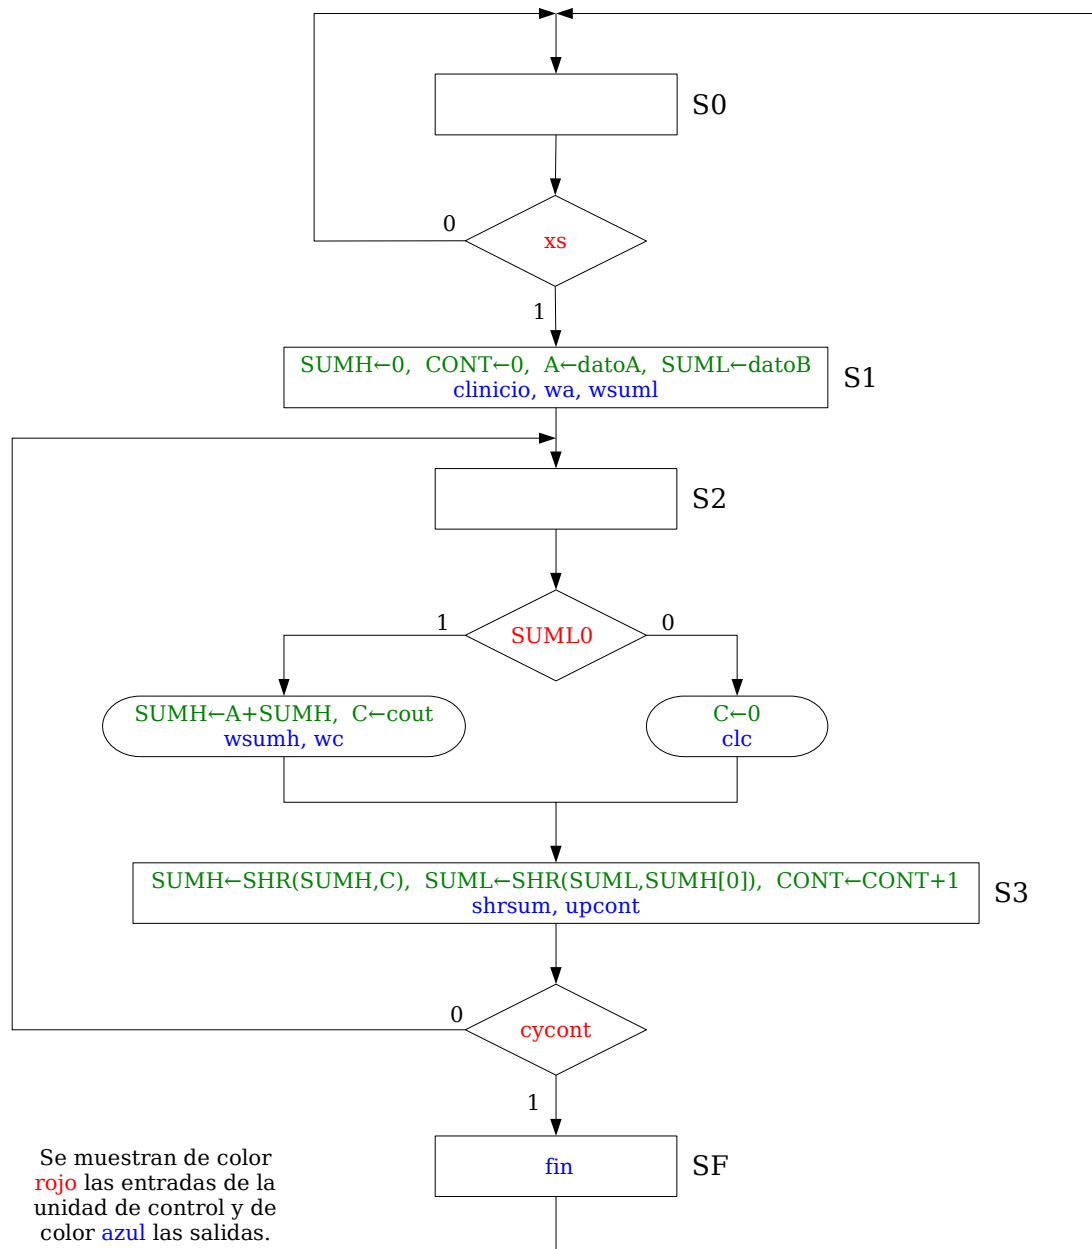

Figura 5. Carta ASM "de datos" y "de control" del multiplicador secuencial.
Si describimos este mismo comportamiento de la unidad de control en lugar de con palabras mediante una carta ASM, el resultado sería la carta ASM mostrada en la figura 5.
3. El siguiente paso es completar el fichero `u_control.v` (mostrado en el fragmento de código 1). Recuerde que puede abrir cualquier archivo para editarlo haciendo doble click sobre él en el árbol de módulos del proyecto. El objetivo es completar la descripción procedimental Verilog de la carta ASM que describe el funcionamiento de la unidad de control. Lea las indicaciones presentes en los comentarios del archivo `u_control.v` y complete todo lo que se pide en él fijándose atentamente en la carta ASM que está implementando y que puede ver en la figura 5, en la cual están claramente marcados los nombres de las cajas de estado y los nombres de las entradas y salidas de la unidad de control. De forma resumida, las tareas son estas tres: